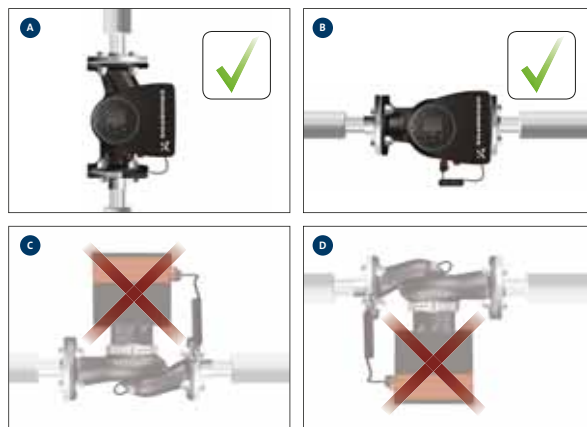

Fig. 6 Circulateur installé avec un arbre moteur horizontal
- Circulateur installé correctement dans une tuyauterie verticale. Voir fig. 6 (A).
- Circulateur installé correctement dans une tuyauterie horizontale. Voir fig. 6 (B).
- Ne pas installer le circulateur avec l'arbre moteur à la verticale. Voir fig. 6 (C et D).